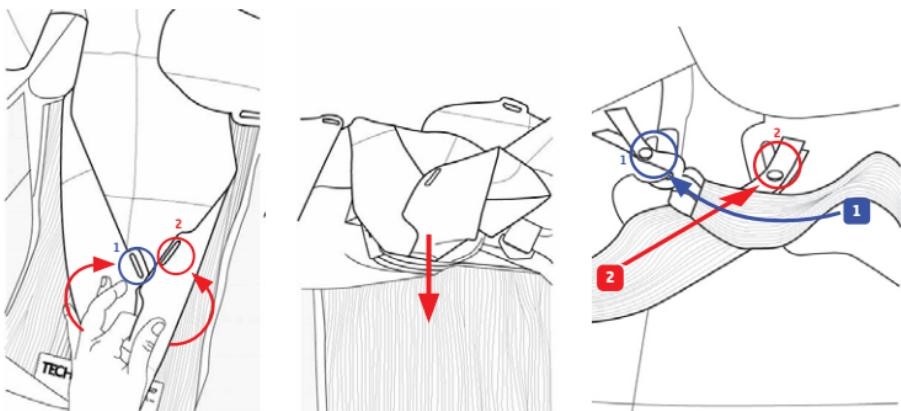
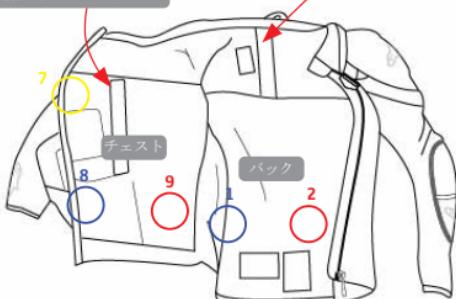

図24
図 28： エアバッグのクリップ位置（左）とシステムのベースレイヤー(5)のクリップ位置（右）
1. まず、平らな面、できれば作業台やテーブルの上に背もたれを下に向けてシステムを置きます。図 28 に示すように配置されたすべての接続クリップを開いて、ベースレイヤー (5) からエアバッグを取り外します。ユーザーは図28に示されたベースレイヤー (5) の開口部からこれらの接続部にアクセスできます。エアバッグクリップは合計10個あり、図28に示すように配置され、番号が付けられています：左肩に3個（クリップ3-4-5）、右肩に2個（クリップ6-10）、胸に3個（クリップ7-8-9）、背中に2個（クリップ1-2）。これらのクリップは、背中の下部にあるクリップ (1-2) から始め、肩のクリップ (3-4-5, 6)、胸のクリップ (7-8-9)、そして最後に 肩のクリップ (10) へと順番に取り外すことをお勧めします（図28参照）。
(3)のアクセスホールからケーブル全体を取り外すまでケーブルを引き下げます(図 28 参照)。次に、胸部プロテクターの左翼にあるベルクロを開き、LEDディスプレイ(4)を取り外します。この時点です。
1. まず、背面プロテクターが上になるようにシステムを置きます。ユーザーはエアバッグを正しく配置するように注意しながら、バックプロテクターの開口部からエアバッグを挿入します（エアバッグをねじったり折り目をつけたりしないように注意してください）。各クリップの色と番号がシステム内の対応するコネクションクリップと正確に一致するよう、細心の注意を払ってエアバッグをシステム内に挿入してください。図28に示すように、ユーザーはエアバッグをコネクションクリップの10個すべてに固定しなければなりません。この作業は、ガスインフレーター（17）を対応する取り外し可能なインフレーターハウジング（18）に入れた状態で行うことをお勧めします。エアバッグを対応する接続クリップに取り付けるには、エアバッグとシステムのベースレイヤー（5）の両方にある番号と色のラベルを合わせて、ユーザーはフロントベースレイヤー（5）の開口部を使用する必要があります（図28を参照）。接続クリップ4と10には青と赤の2色のラベルが貼られていることに注意してください（接続クリップを取り付ける際は、エアバッグを正しい向きに取り付けるために、赤側を赤側に、青側を青側に合わせてください）。
警告：下部のバッククリップ（1と2）は、下図24に示すように、エアバッグの背面にX字を描くように十字に取り付ける必要があります。そのため、下側のバッククリップ（1と2）は背面図に対して反対側のクリップに取り付けられ、その結果、エアバッグの下側の縁がわずかに折れ曲がるのが見えるはずです。正面図を参照すると、図28で報告されているように、クリップ1は左側のクリップに、クリップ2は右側のクリップに取り付けなければなりません。